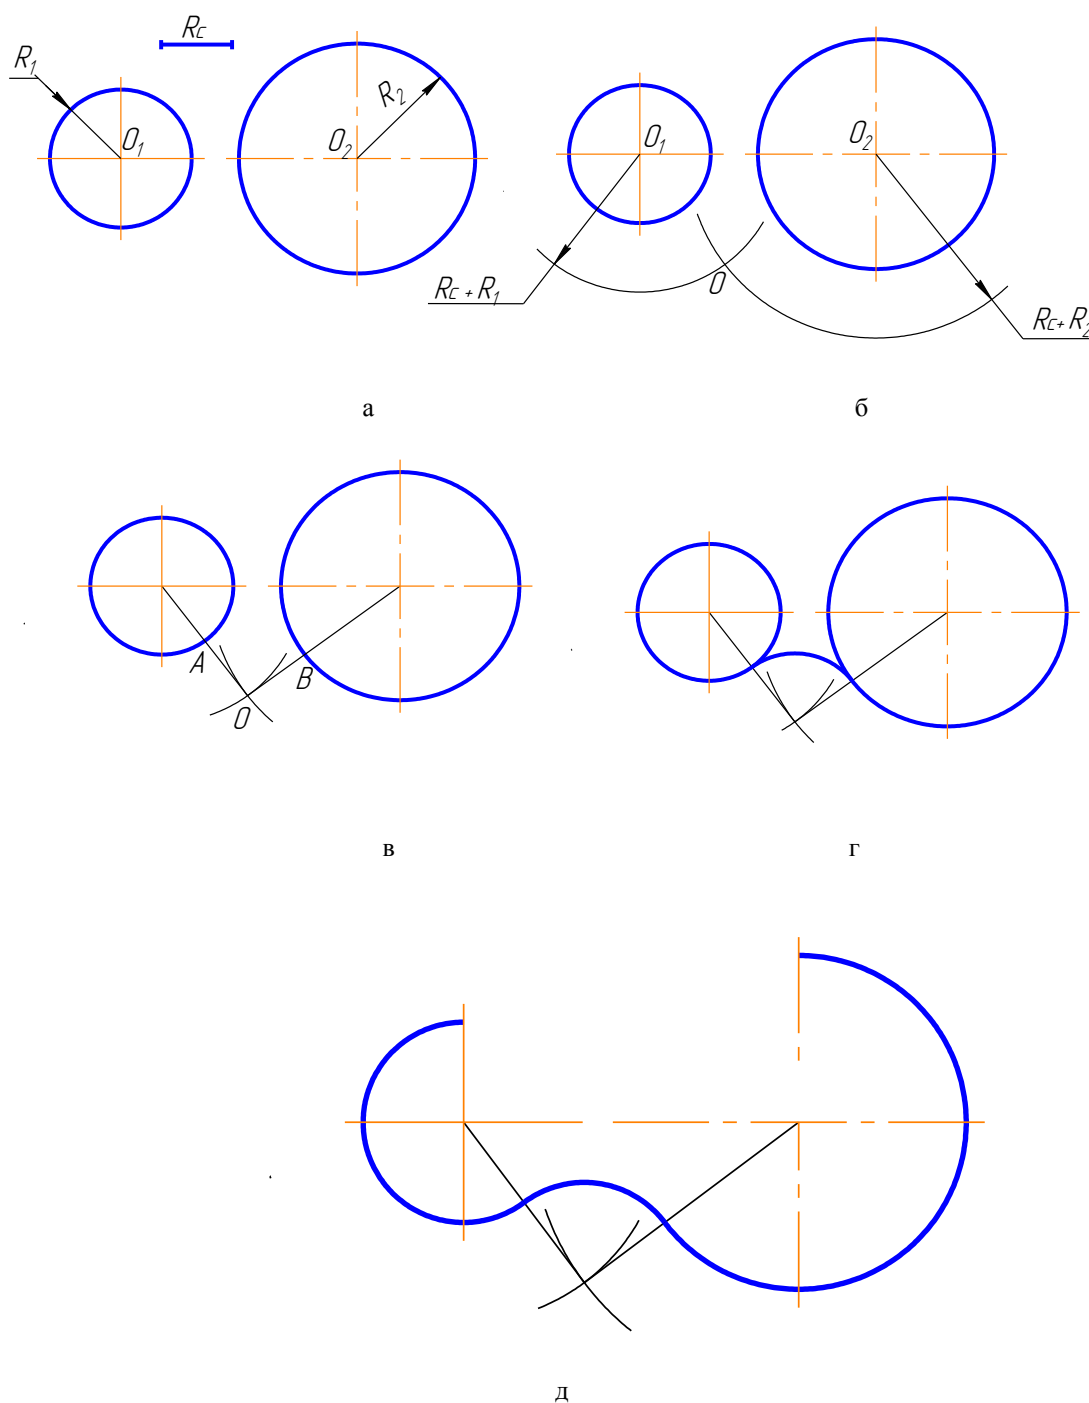

Рисунок 3.13 – Сопряжение двух окружностей внутренней дугой:
1. Найти центр сопряжения O (рисунок 3.13 б). Для этого из O_1 и O_2 сделать засечки суммами радиусами: $R_c + R_1$ и $R_c + R_2$;
2. Найти точки сопряжения A и B (рисунок 3.13 в). Соединить точку O с O_1 и O_2 : OO_1 ; OO_2 . На пересечении этих линий и сопрягаемых дуг отметить точки A и B .
3. Построить сопряжения дуги, т. е. радиусом R_c соединить точки A и B (рисунок 3.13 г).